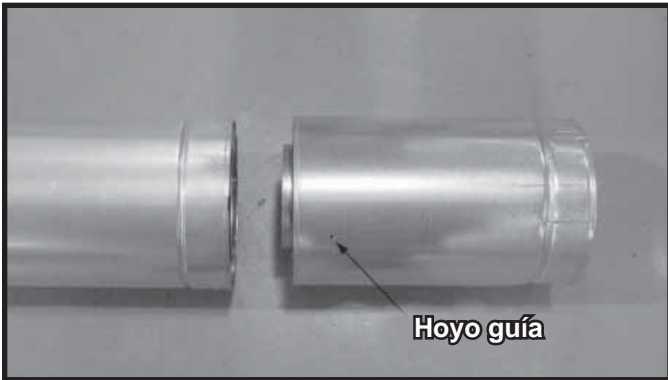

Figura 10.5 Hoyo guía de la sección ajustable
- Coloque el tubo interno de la sección ajustable dentro del tubo interno de la sección fija y el tubo externo de la sección ajustable dentro del tubo externo de la sección fija. Consulte la Figura 10.5.